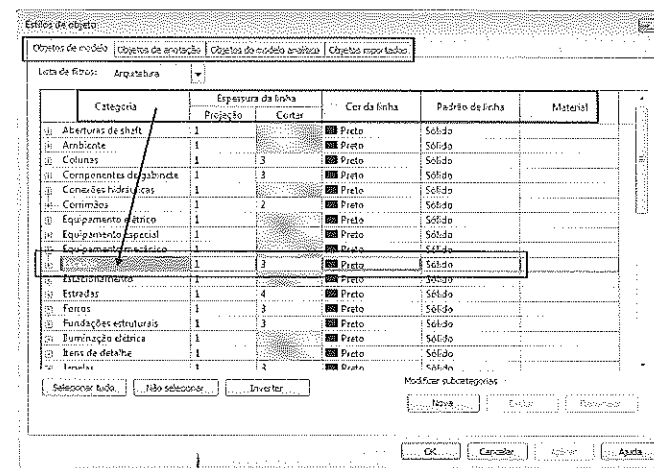

Figura 4.5 – Estilos de objeto - Objetos de modelo.
Na janela de diálogo **Estilos de objeto**, Figura 4.5, note que há quatro abas com as categorias dos objetos, sendo **Modelo**, **Anotação**, **Análítico** e **Importados**, para que sejam definidas suas características por categoria, pois os objetos se comportam de forma diferente. Muitos são representados em 3D e alguns somente em 2D.
- **Objetos de modelo:** são os elementos construtivos do Revit e as massas (sólidos). Eles são representados em planta e em corte, e devemos definir as espessuras de linha em planta (**Projeção**) e em corte na coluna **Espessura da linha**. Veja a Figura 4.5.